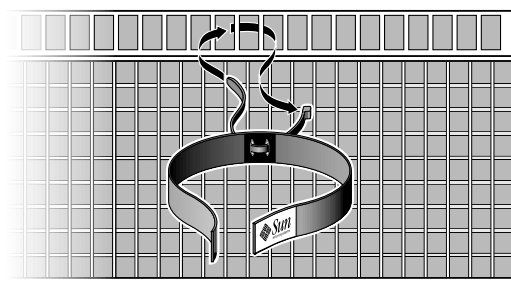

図 3 エアブリナムのケーブルハンガーストラップ
3. 構成の要件に応じて、サンのラベルとタイラップが付いた 15.2 cm (6.0 インチ) の黒のケーブルハンガーストラップ (No. 3) を、エアブリナムの穴の部分にタイラップでしっかりと結びます (図 3)。